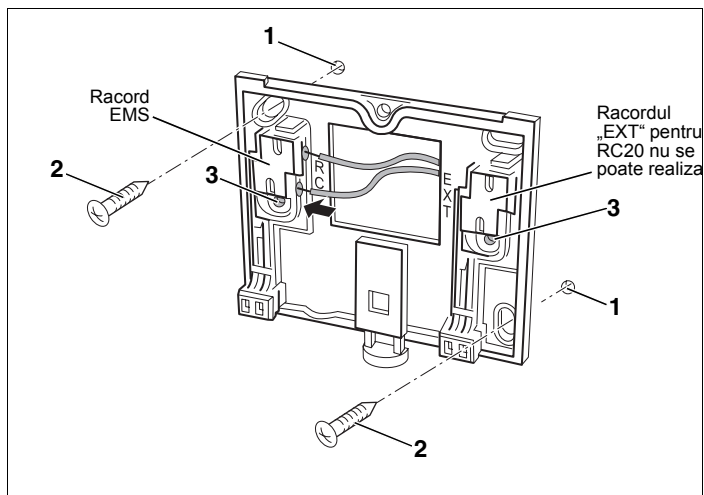

Fig. 3 Fixarea plăcii de montaj pe tencuiala
- Se dau două găuri în tencuiala în locul prevăzut și se folosește placa de montaj ca șablon (Fig. 3).
- Cepul trimis se fixează în (Fig. 3, **Poz. 1**) gauraforajului.
- Se fixează placa de montaj cu șuruburile (Fig. 3, **Poz. 2**) trimise odată cu aceasta.
Pentru montajul pe o doză de sub tencuiala puteți folosi gaurile de fixare (Fig. 3, **Poz. 3**) laterale.
- Se racordează cablul Bus al Energie-Management-System (EMS) la clemele cablului „RC“ (Fig. 3). Polaritatea ramificațiilor este la alegere.